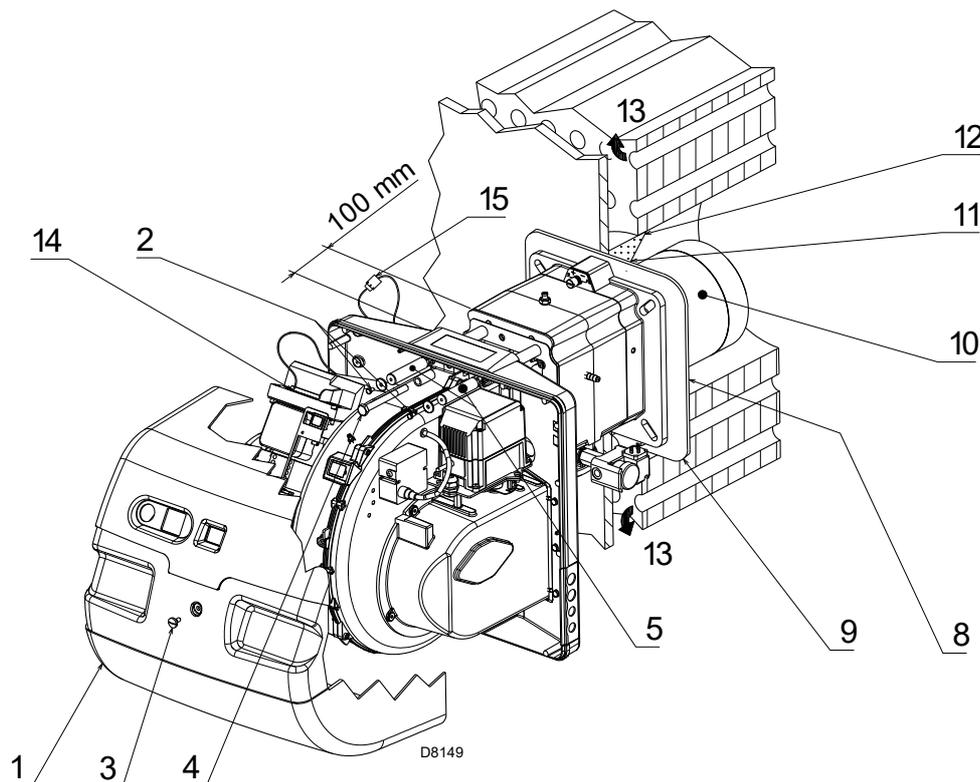

Abb. 17
Stellen Sie bei Kesseln mit vorderem Rauchumlauf (Abb. 17), eine Schutzvorrichtung aus hitzebeständigem Material (11) zwischen dem als Hitzeschutz zwischen Kessel (12) und Flammrohr (10) aus.
Bei Heizkesseln mit wassergekühlter Frontseite ist die Verkleidung mit feuerfestem Material (11)-(12)(Abb. 17), nicht notwendig, wenn dies nicht ausdrücklich vom Kesselhersteller gefordert wird.
Trennen Sie die Flammkopf vom übrigen Brenner, wie in Abb. 17; und wie folgt fortfahren:
- den Brenner auf den Führungen 3) etwa 100 mm von Muffe 4) - Brenner in der in Abb. 17 gezeigten Position montieren;
- den Stecker des Stellmotors 14)(Abb. 17) anschließen und die Kabeldurchführung 15) anschrauben;